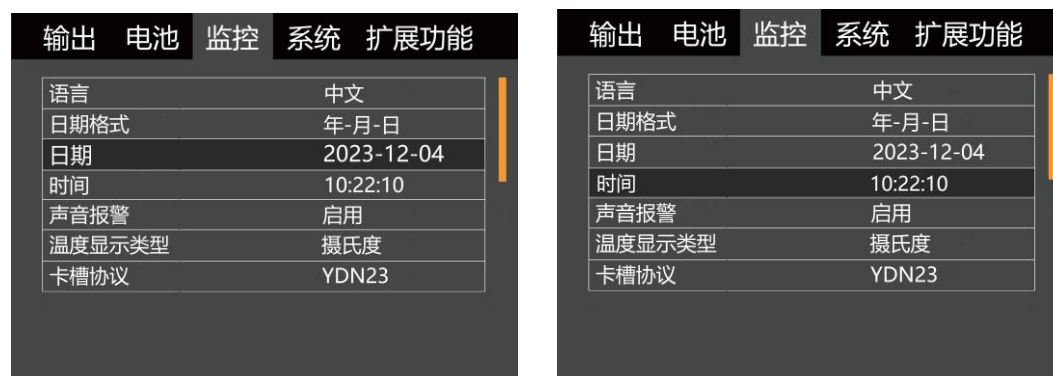

图5-17 选择日期或时间
3. 按 **Enter** 键然后再按方向键 **▲** 或 **▼** 选择日期项或时间项。见图 5-17。